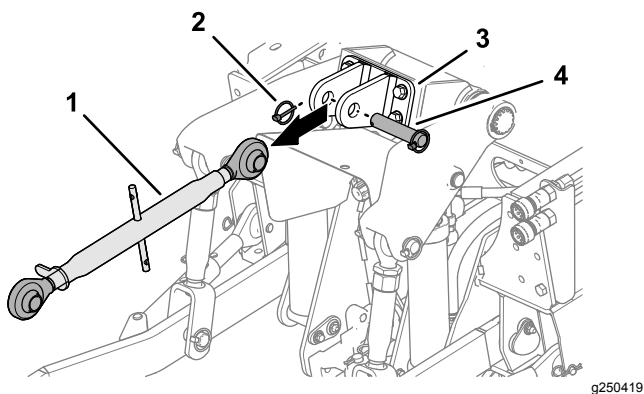

Figura 19
- Se estiver instalado, retire o pino de sujeição, o passador de forquilha e a ligação de 3 pontos superior do suporte da ligação superior (Figura 19).